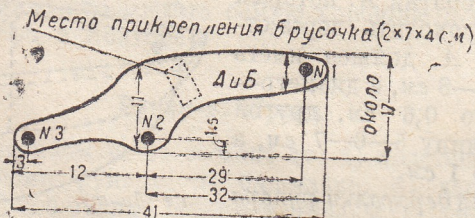

Рис. 53. Фанерные держалки (*А* и *Б*, две) для рупора-мембраны.
3. Для держалки рупора (рис. 53 и 54) выпилите из фанеры две дощечки А и Б. На дощечках отметьте
Между фанерными дощечками *А* и *Б* поместите брусочек $2 \times 7 \times 4$ см (на рис. 53 и 54 брусочек показан пунктиром) и привинтите дощечки к брусочку. Теперь прижмите фанерные дощечки друг